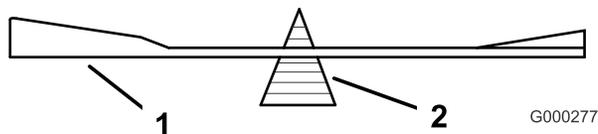

図 82
2. ブレード・バランスャ(図 82)を使ってバランスを調べる。ブレードが水平に停止す